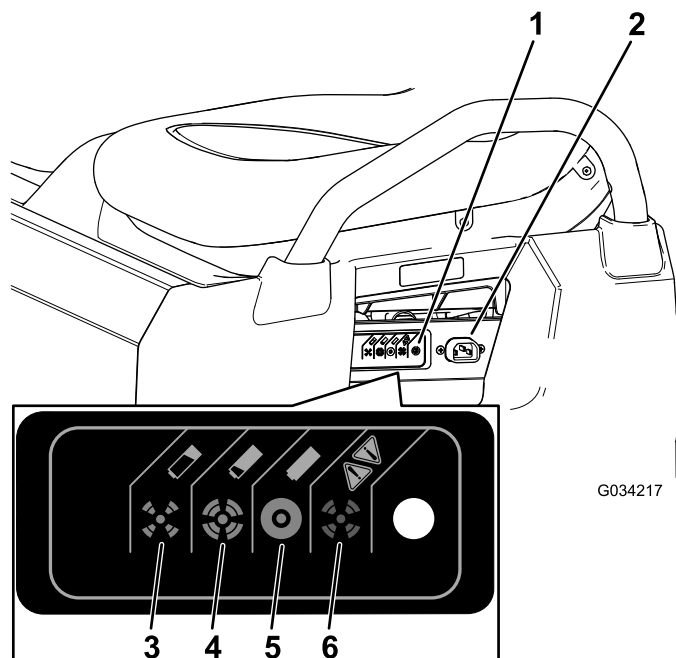

図 37
3. チャージャコードの太さは16 ゲージまたはそれ以上太いもので、長さは 2.5 m 以内を、マシンの充電ソケットに接続する **図 37**。
充電状態を表す色の意味については、下の表と **図 37** で確認してください。